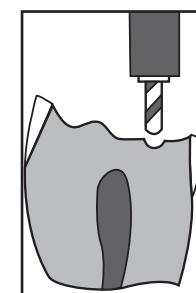
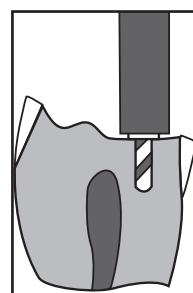

Figure 2
Figure 3
- Con una Fresa Limitadora de la Profundidad insertada en un contra ángulo manual de bajas revoluciones (**Fig. 2**), prepare el canal a la profundidad justa del agujero taladrado (**Fig. 3**).
- Con fresa limitatrice MAX nella presa di sostegno in contro angolo a bassa velocità (**Fig. 2**), preparare canale raggiungendo una profondità appena inferiore rispetto all'accecatoio (**Fig. 3**).